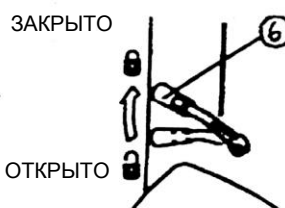

Рис. 1-12.
6) Рычаг блокировки тормоза (6) (Рис.1-12)